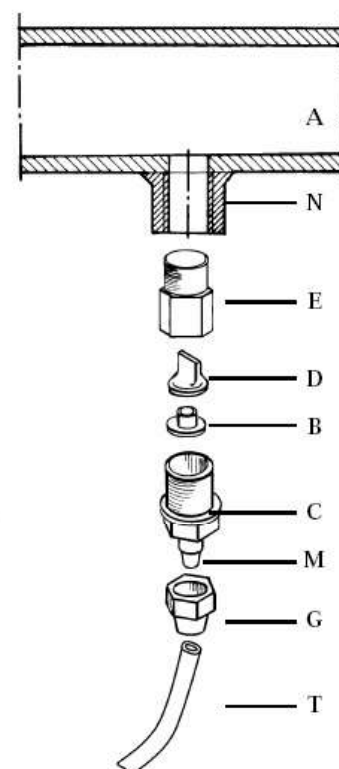

Рис. 6
g. – Выберите наилучшее место для врезки в систему, установите в трубе резьбовой коннектор, 3/8" (внутренняя). Данный коннектор не входит в комплект поставки насоса. Вкрутите в коннектор инжектор, как показано на Рис. 6. Затем подсоедините к инжектору шланг сброса и закрепите его при помощи гайки. Инжектор также выполняет роль невозвратного клапана (обычно выполняется из Витона)